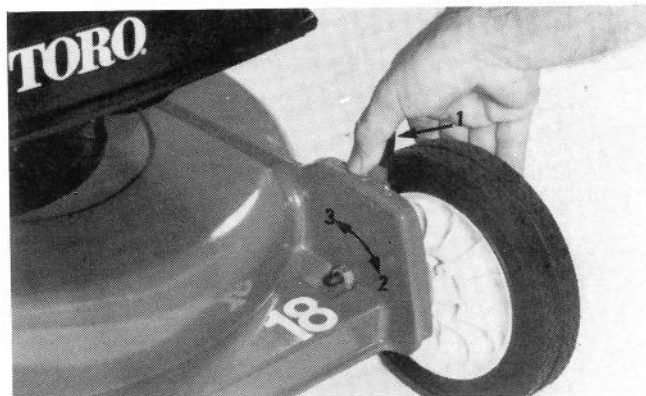
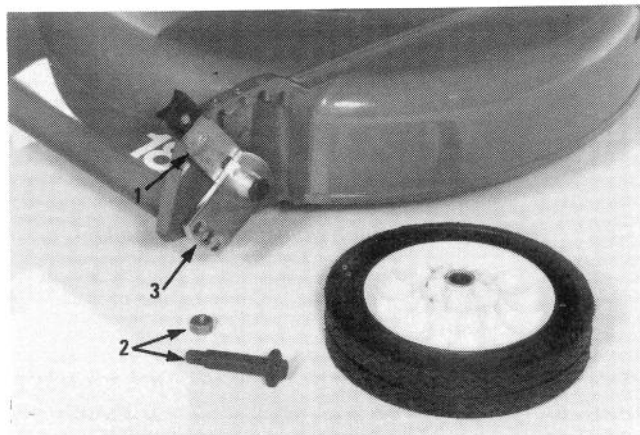

Figure 12
Figure 13
Dispositifs de réglage de hauteur de tonte (Fig. 12). La tonte est réglable à 5 hauteurs différentes: 1 pouce (25mm), 1-1/2 pouce (38mm), 2 pouces (51mm), 2-1/2 pouces (64mm), ou 3 pouces (76mm). On peut, en outre, régler la hauteur de 1/2 pouce (13mm) environ à 2-1/2 pouces (64mm) en installant les boulons de montage des roues dans différents trous dans les supports de réglage de hauteur de tonte (Fig. 13).
2. Posez votre pouce contre le dispositif de réglage de hauteur de tonte et vos doigts à l'extérieur de la roue (Fig. 12).
1. Placez le dispositif de réglage de hauteur de tonte à la position "E", retenez l'écrou de blocage avec une clé à bout ouvert à l'arrière du support de montage de roue, et à l'aide d'une clé à bout fermé ou d'une douille enlevez le boulon de roue et la roue du support (Fig. 13).
2. Installez la roue et le boulon de roue dans le trou supérieur dans le support et posez l'écrou de blocage (Fig. 13).